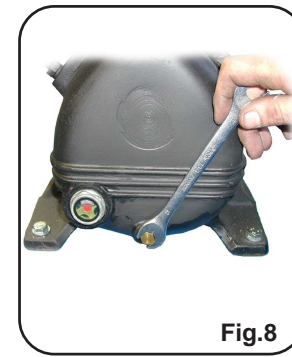

Fig. 8
- ➔ Contrôle niveau ou vidange d'huile: Pour la longévité du groupe de compression et du moteur. ( Fig. 1 et Fig.8)